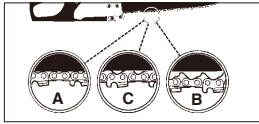

Fig. 6
**⚠️ AVERTISMENT:** Dacă lanțul este PREA SLĂBIT sau PREA STRĂNS va apare uzura prematură a pinionului, barei, lanțului și rulmenților arborelui cotit. Studiați Fig. 6 pentru informații legate de tensiunea corectă la rece (A), la cald (B) și pentru informații privind alte ajustări (C).